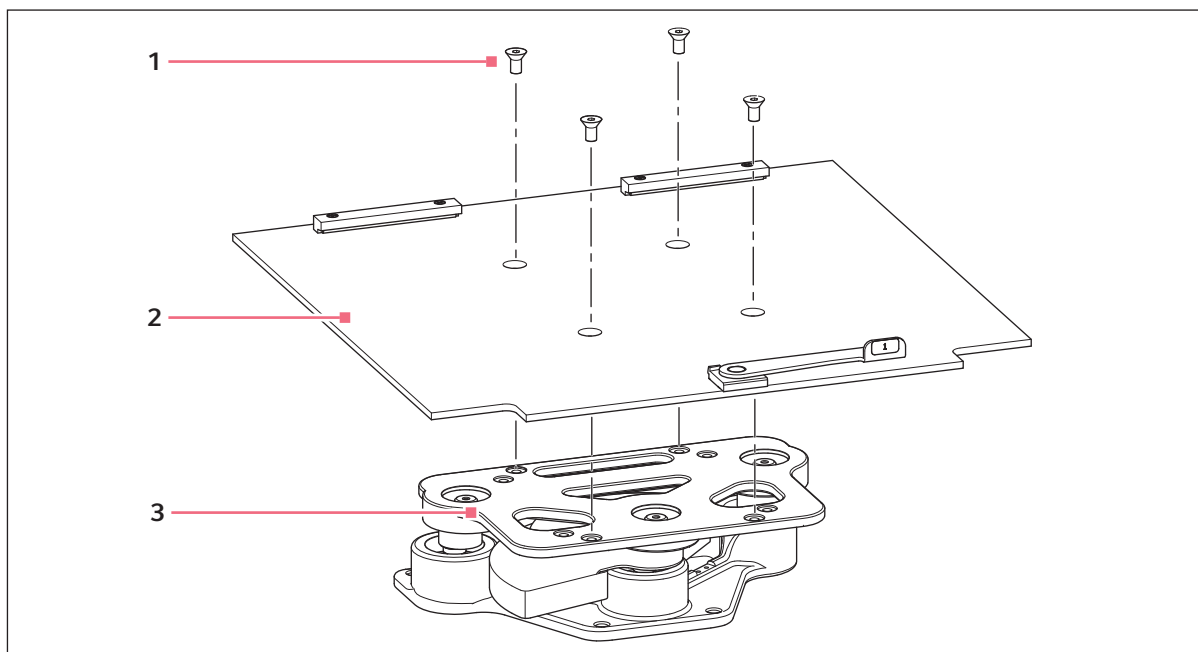

Abb. 8-1: Sub-Plattform installieren
Bevor das Gerät eingesetzt werden kann, müssen eine Sub-Plattform und eine Plattform installiert werden. Der Schüttler wird mit vier Innensechskantschrauben geliefert, die im Lagergehäuse installiert sind (siehe Abb. 8-1 auf S. 41).
2. Setzen Sie die Sub-Plattform auf das Lagergehäuse. Achten Sie dabei darauf, die Sub-Plattform wie abgebildet mit den Aussparungen und dem Hebel zur Schüttlerfront sowie dem Hebel nach oben auszurichten (siehe Abb. 8-1 auf S. 41).